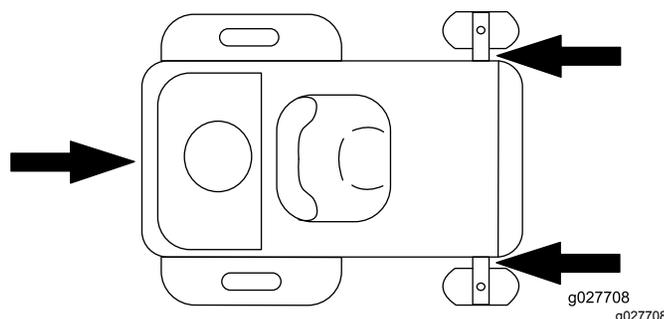

Рисунок 29
- Надежно зафиксируйте машину на прицепе или грузовике с помощью стропов, цепей, троса или канатов. Используйте только точки крепления на газонокосилке, показанные на Рисунок 29. Используйте эти точки крепления даже при транспортировке газонокосилки с присоединенным навесным оборудованием. Использование других точек крепления может привести к повреждению газонокосилки и/или навесного оборудования.